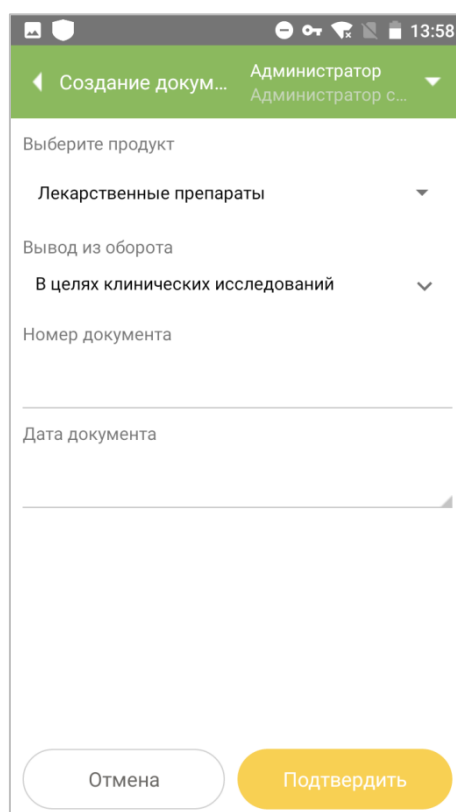
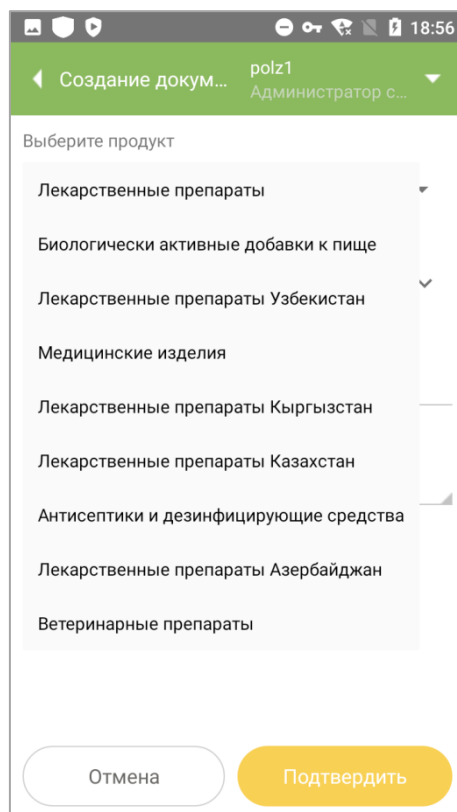

Рисунок 11.18
Рисунок 11.19
- 3.1. Откроется окно «Создание документа» (Рисунок 11.18). При необходимости изменить тип продукта, выбрав из выпадающего списка (Рисунок 11.19). Указать номер и дату сопроводительного документа, а так же причину вывода из оборота.